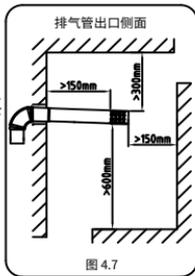

图4.7
- (1) 必须使用本热水器所配用的专用烟道, 安装方法见图 4.7。如烟道较短可根据需要适当加长。每半年检查一次, 检查烟道有无破损, 漏烟等现象。
- (2) 如烟道较短可根据需要适当加长, 建议延长最大限度不超过 3 个弯头 3m 直管。